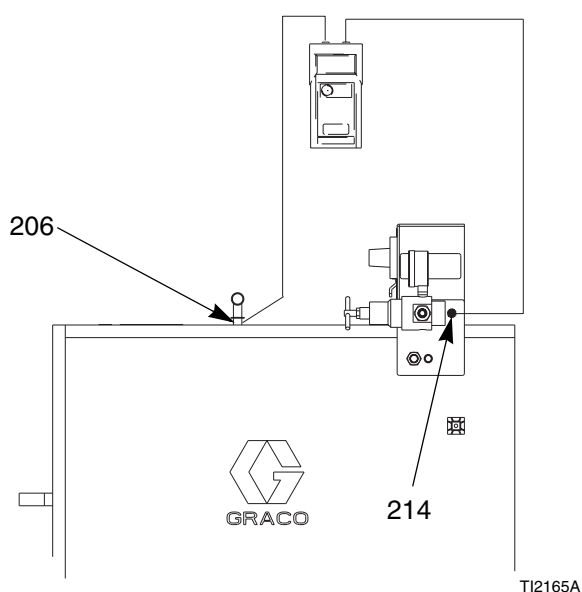

Fig. 22. Contrôle de la résistance de la barrette de terre
Voir FIG. 22. À l'aide d'un ohmmètre, mesurer la résistance entre le croisillon de verrouillage (206) et la borne de terre (214). La barrette de terre est raccordée via le chariot à la borne de terre. La résistance doit être inférieure à 100 ohms. Si elle dépasse 100 ohms, remplacer la barrette (240).